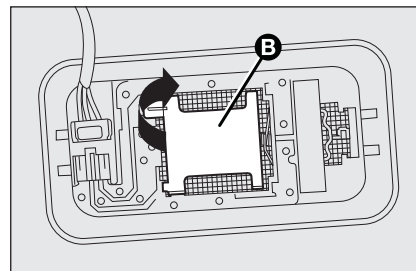

fig. 41
- ☐ open de bescherming **B-fig. 41** zoals aangegeven;
- ☐ sluit de bescherming **B-fig. 41** en plaats het plafondlampje in de zitting; controleer of het goed geborgd is.